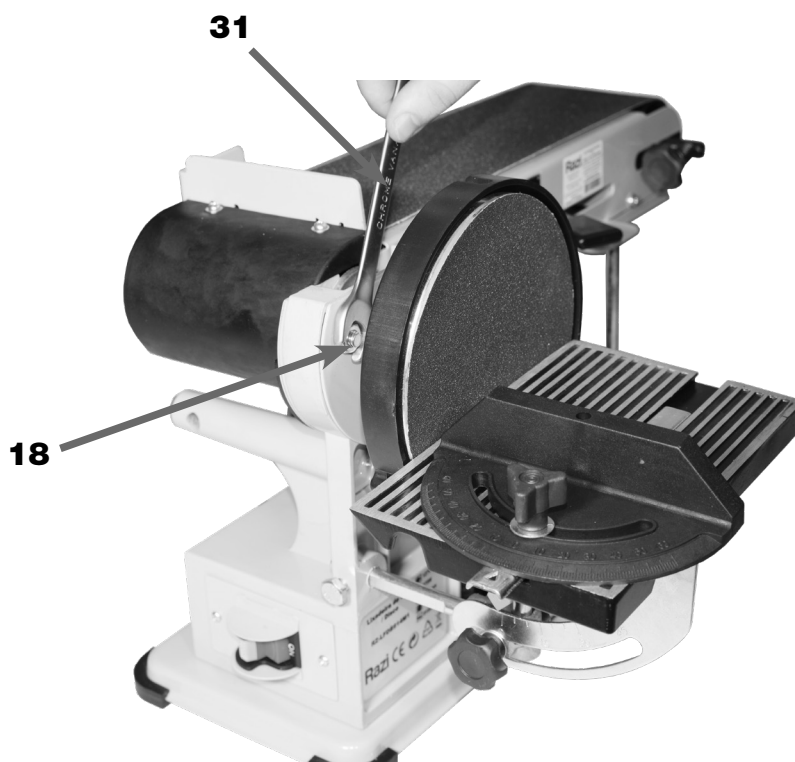

Figura 24 - Afrouxamento das Porcas de Fixação da Mesa da Lixa de Fita
1. DESCONECTAR o Plugue de Alimentação (25) da Rede Elétrica do usuário;
2. AFROUXAR as Porcas (18) com a Chave Fixa 14 mm (31) (figura 24);